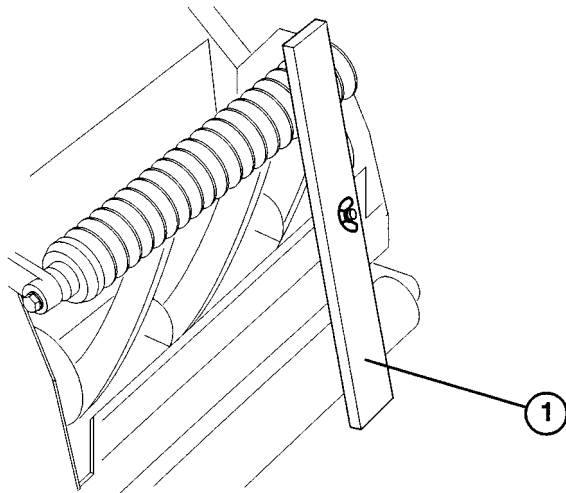

Bild 10
2. Die Meßlehre über die vordere und hinter Walze legen. Die Einstellung an beiden Seiten nachprüfen (Bild 10). Nach Bedarf einstellen.